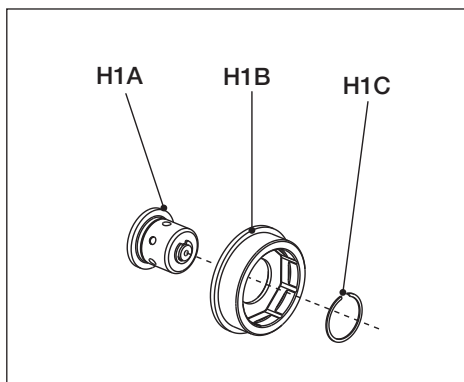

Fig. 27
5.3.10 Démontage et remontage du bouton de déblocage de l'arbre d'entraînement (fig. 27)